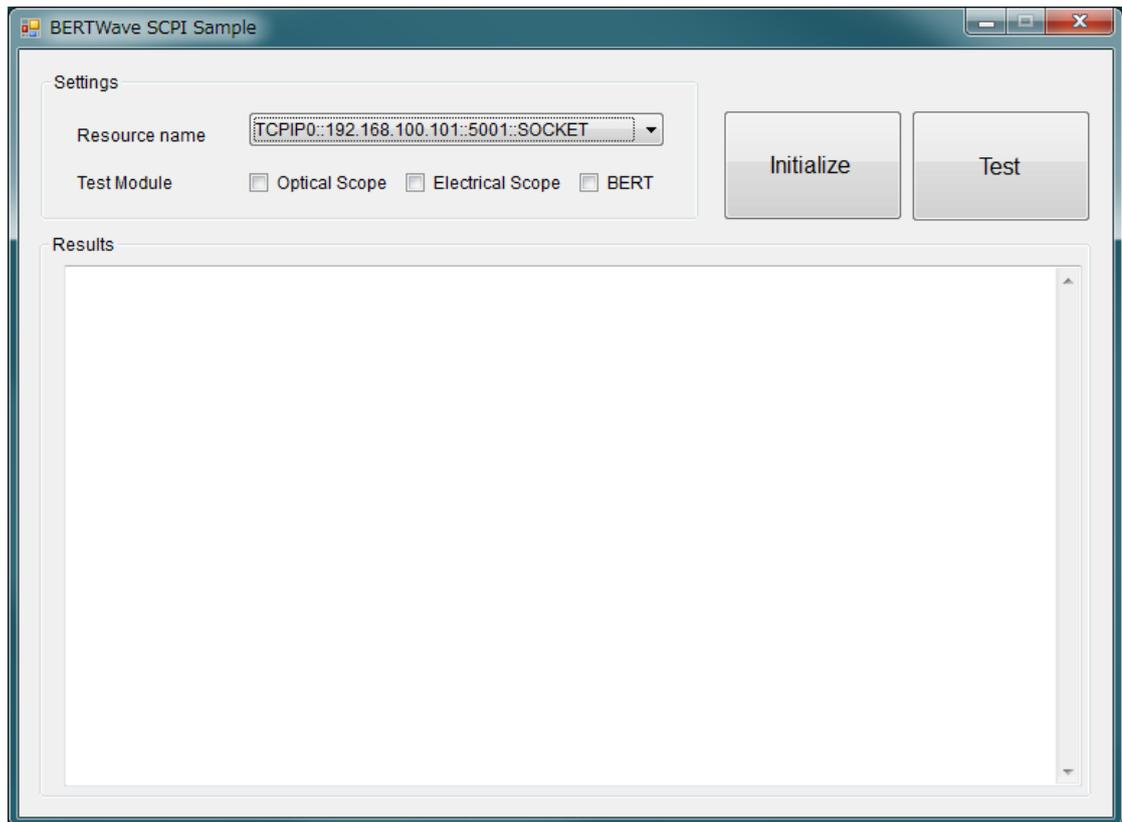

図 10 サンプルプログラムの GUI
c. デバッグが開始されると図 10 のような画面が表示されます。